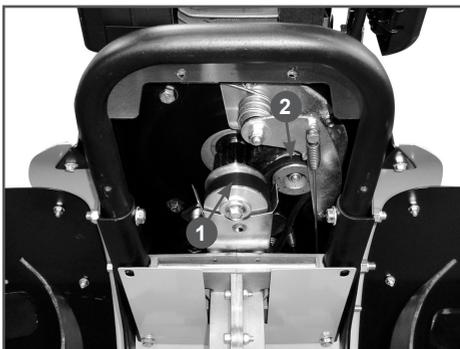

Рис. 24 Обслуживание ремней привода
4. Проверьте состояние ремней 1 и 2 (Рис. 24). Если ремни протерты, надорваны или заметны иные повреждения, немедленно замените их.